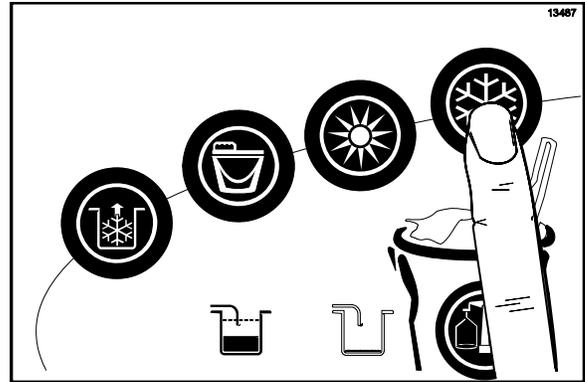

Figura 39
32. Cuando esté listo para reanudar la operación normal, oprima el símbolo AUTOMÁTICO ❄️. (Vea la figura 39). El controlador tiene una función en el menú del gerente para activar o desactivar la función de inicio automático. Cuando la función de inicio automático está activada, la máquina saldrá automáticamente de la modalidad de espera e iniciará ambos lados en la modalidad automática a la hora designada, cada día. (Vea la página 83).